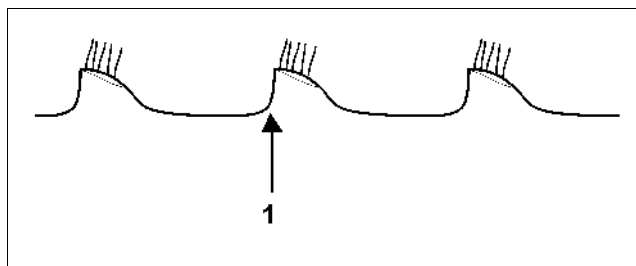

Fig. 22
- Bearbetningsytan för den bakre tallriksraden är obefintlig och följer den främre tallriksradens (Fig. 22):